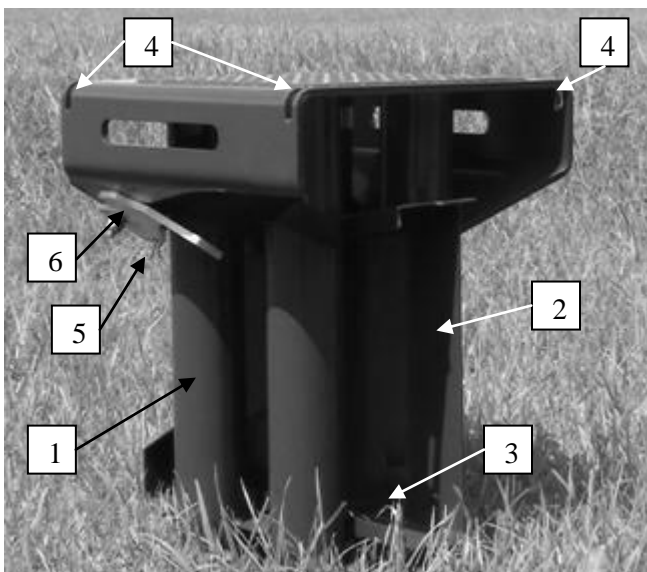

Bild 13
Vor der Montage des Spalttisches (1) (Bild 13):